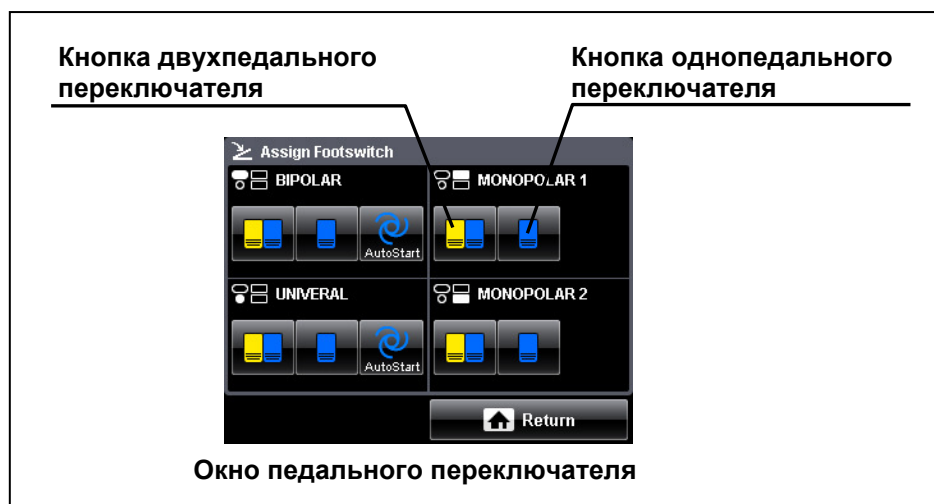

Рис. 4.8
3. Нажмите кнопку с изображением двух педалей, расположенную в части окна с указанием выходного разъема «MONOPOLAR 1» (см. рис. 4.8).